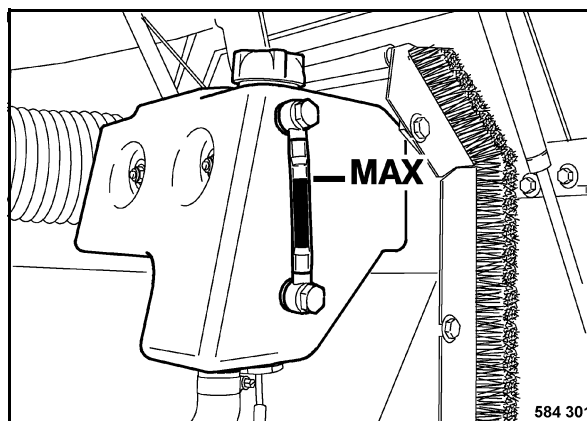

Fig. 110
- Comprobar el nivel del líquido refrigerante (Fig. 110).